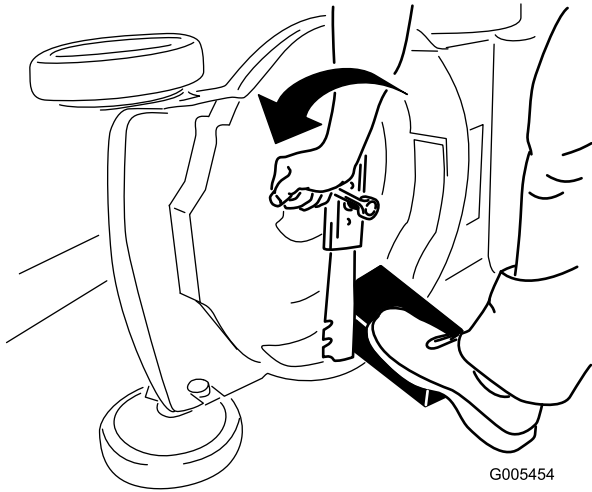

Figura 34
- Utilice un bloque de madera para inmovilizar la cuchilla (Figura 34).
- Retire la cuchilla, conservando todos los herrajes de montaje (Figura 34).